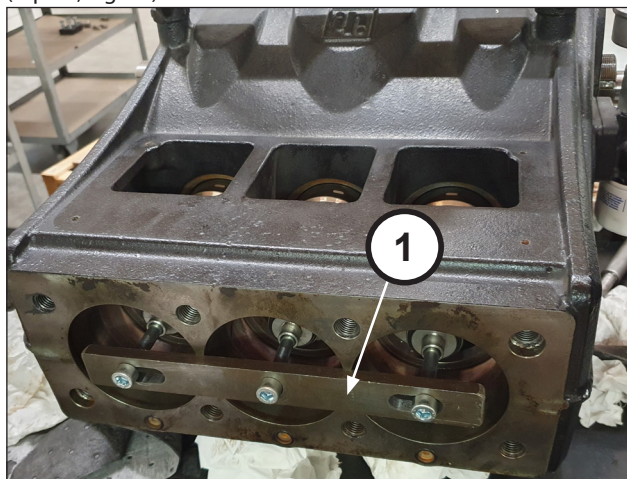

Fig. 31
Pour faciliter l'opération, utiliser l'outil (réf. 27566200) – (rep. ①, Fig. 31).